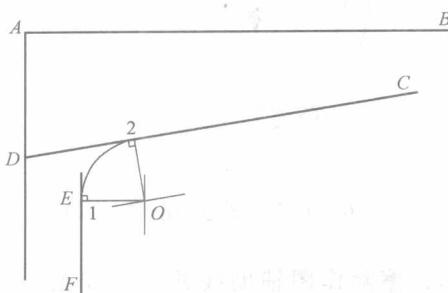

图 1-10 工字钢图形的绘制 (四)
3) 画连接弧。以 O 为圆心, O_1 或 O_2 长为半径, 作圆弧 12 把 DC 、 EF 连接起来, 这个圆弧即为所求连接弧, 如图 1-10 所示。
(4) 作 $R3.3\text{mm}$ 圆弧连接